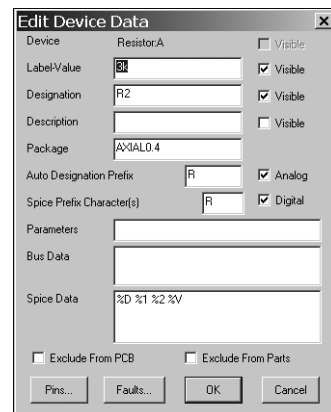

Рис. 9.17. Окно с параметрами резистора
3. После того, как все компоненты будут расставлены по своим местам, следует проверить соответствие принадлежащие каждому из данных компонентов с данными по схеме из п. 1. Если возникнет необходимость изменить данные резистора, конденсатора или катушки индуктивности, то дважды щелкните мышью на изображении компонента. При этом появится диалоговое окно, в котором следует внести нужные изменения. Пример для изменения параметров резистора показан на рис. 9.17.